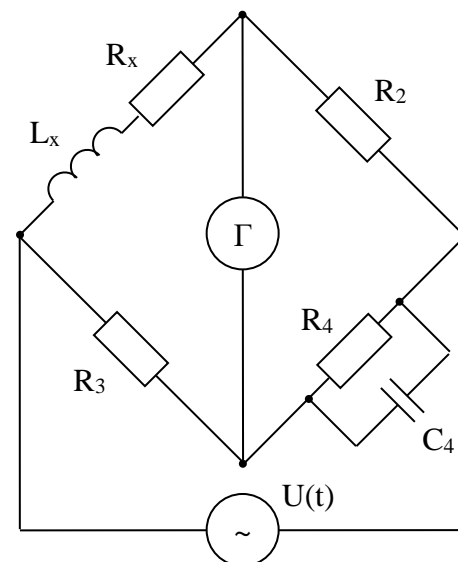

Рис. 7.
21. Мостовая цепь, изображенная на рис. 7, уравновешена. Определите  $R_x$  и  $L_x$ , если известно, что  $R_2 = 100 \text{ Ом}$ ,  $R_3 = 100 \text{ Ом}$ ,  $C_4 = 1 \text{ мкФ}$ ,  $R_4 = 1000 \text{ Ом}$ .